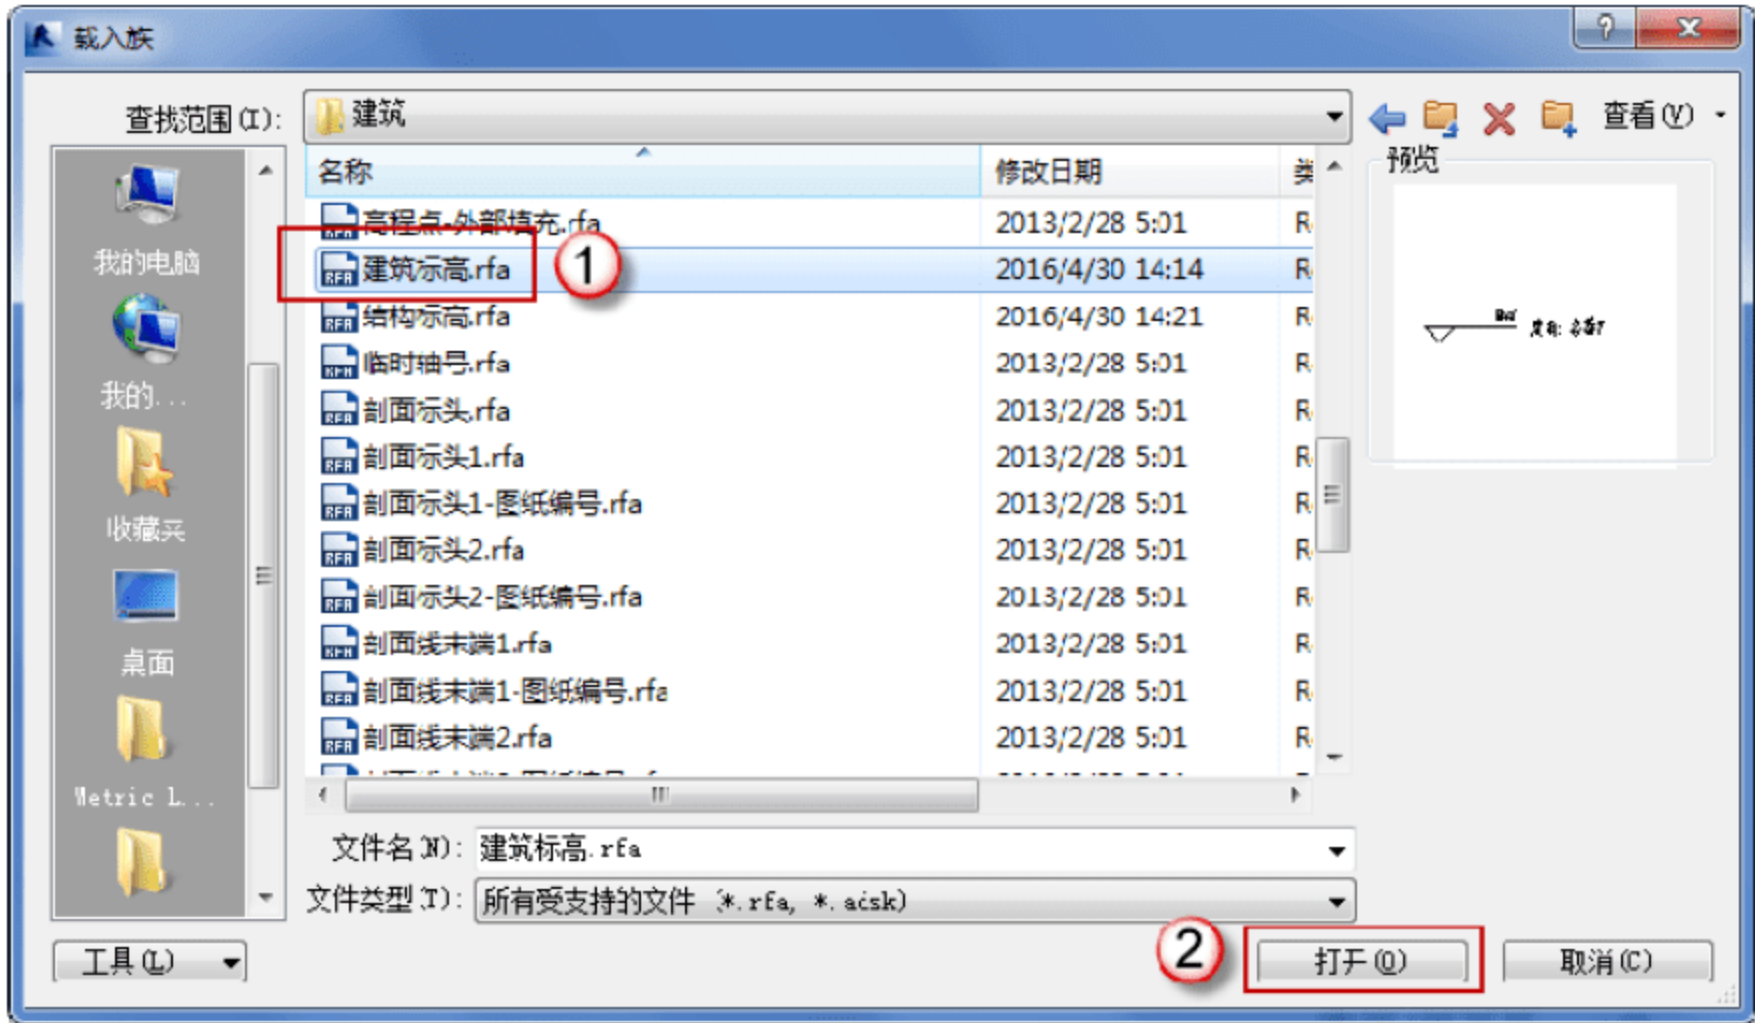

图 1.2.19 载入“建筑标高”族
(5) 选择“插入”→“载入族”命令，在弹出的“载入族”对话框中，选择前面制作好的“建筑标高”RFA 族文件，如图 1.2.19 所示。